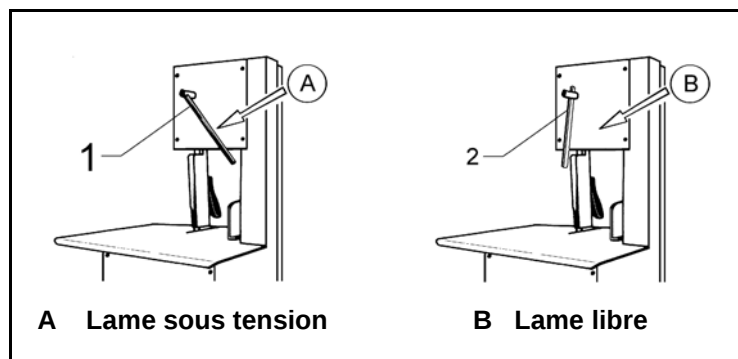

Fig.7.6.1
7.6.2 Substitution de la lame (Fig. 7.6.1)
- Tendre la lame en tournant le levier et en le plaçant sur la position "A" (Fig.7.6.1).
7.6.1 Réglage de la tension de la lame (Fig. 7.6.1)
La tension de la lame s'effectue mécaniquement à l'intérieur de la scie pour boucherie grâce au levier "1". Avec le levier sur la position "A" (Fig. 7.6.1) la lame est tendue. Pour débloquer la lame, placer le levier vers le bas, sur la position "B".